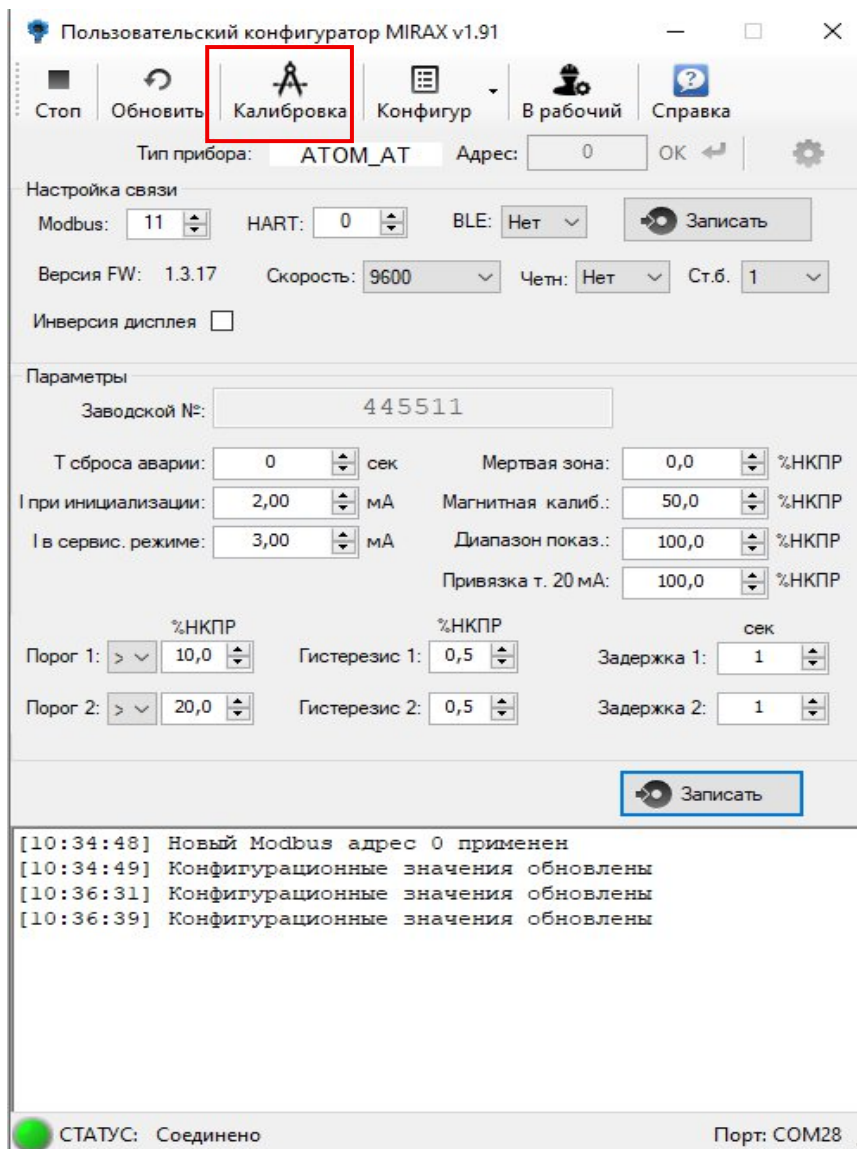

Рисунок 43
2) перейти в раздел «Калибровка» (см. рисунок 43).
- 2) перейти в раздел «Калибровка» (см. рисунок 43);